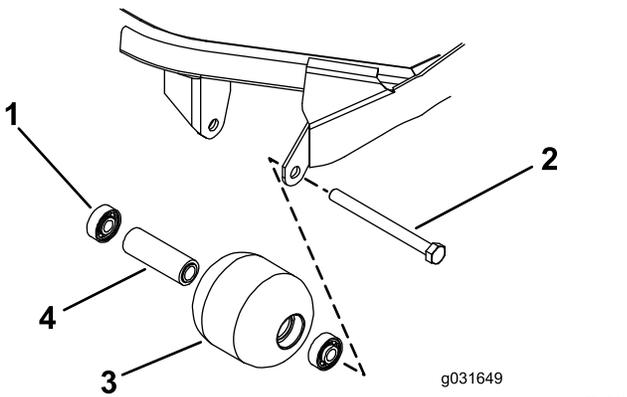

图 71
1. 卸下滚筒安装螺栓 图 71。
4. 检查滚筒壳体、轴承以及轴承隔块是否受损 (图 71)。
1. 仅按住外圈或同时按住内、外圈将第一个轴承按入滚筒壳体 (图 71)。
2. 插入隔片 (图 71)。
3. 仅按住外圈或同时按住内、外圈将第二个轴承按入滚筒壳体直至其触及隔块 (图 71)。